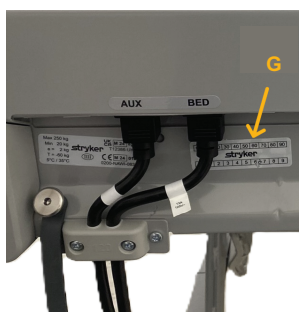

Figura 34 – Eticheta contorului de calibrare
4. Îndepărtați eticheta curentă a contorului de calibrare a cântarului (Figura 34).
6. Atașați eticheta perforată a contorului de calibrare a cântarului pe produs (Figura 34).